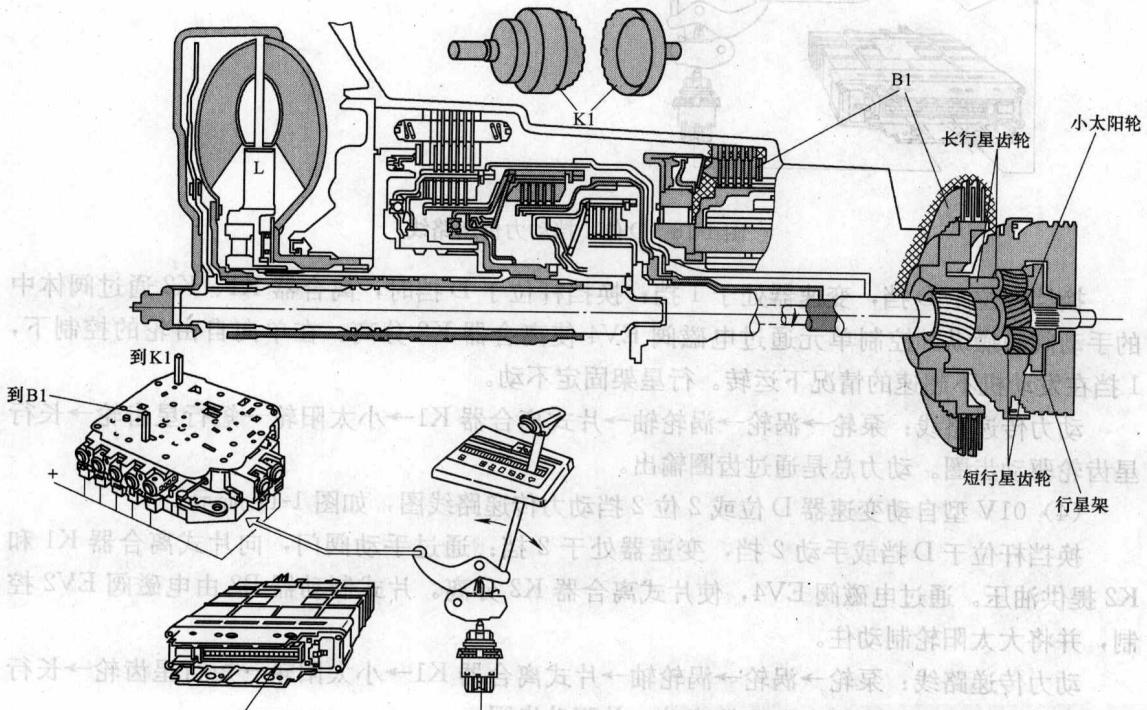

图 1-15 1 挡动力传递路线
(2) 01V 型自动变速器 1 挡动力传递路线如图 1-15 所示。